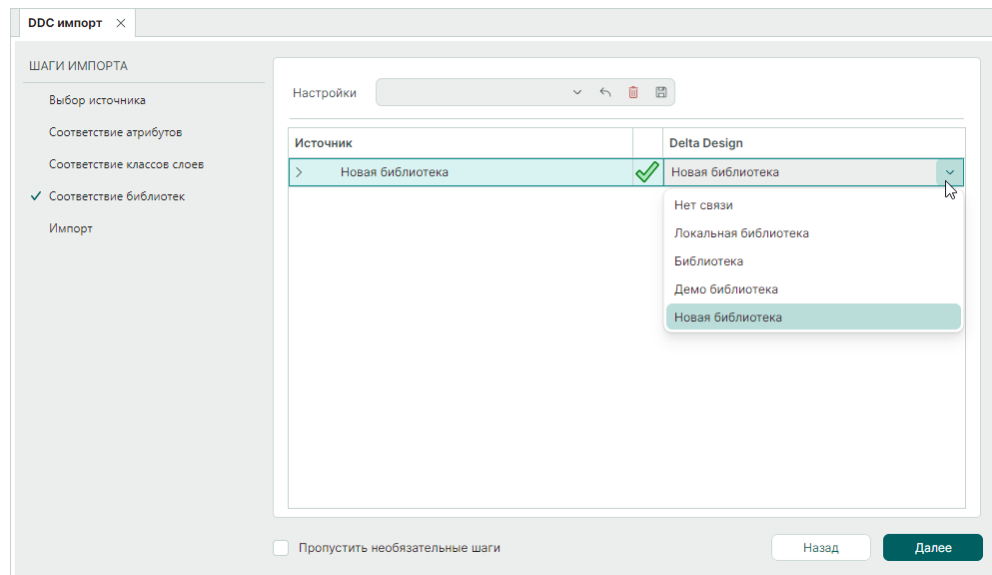

Рис. 61 Установка соответствия библиотек
10. Установите соответствие для библиотечных компонентов, Рис. 61.